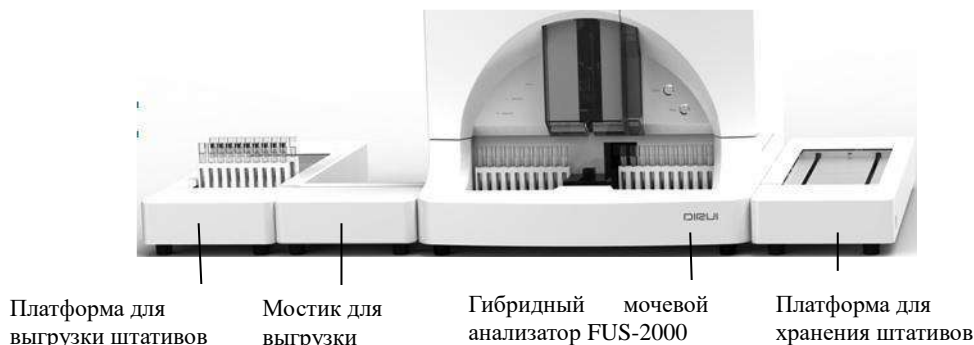

Рисунок 2-3-18
(7) Анализатор с платформами для штативов в сборе показан на рис. 2-3-18: